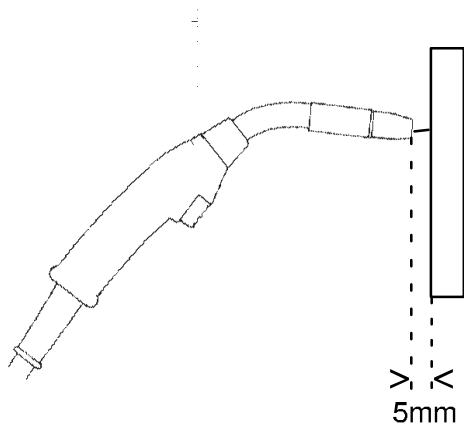

Fig. 1
- Cuando la torcha se coloca a una distancia de aproximadamente 5 mm de la pieza de madera (fig. 1) el alambre debe deslizarse.